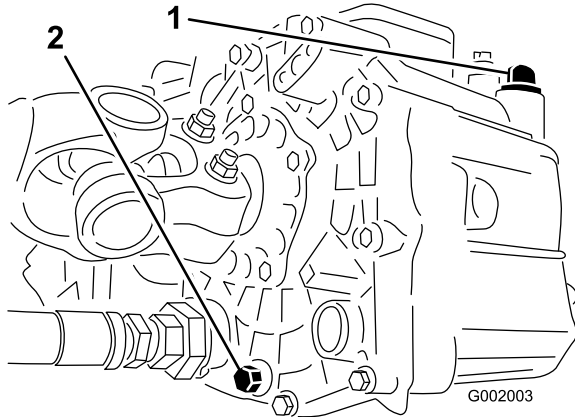

Figura 69
3. Retire o bujão de escoamento da parte lateral do reservatório e deixe o fluido hidráulico escorrer para o recipiente (Figura 69).